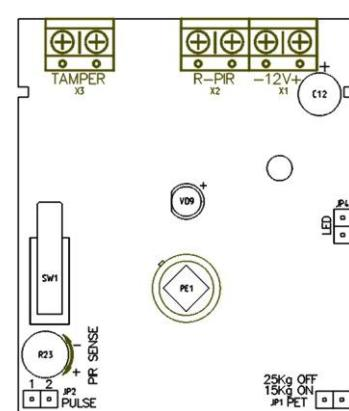

Рис. 2. Внешний вид платы извещателя
На плате обозначены (см. рисунок 2):
Для регулировки дальности обнаружения извещателя используется потенциометр R23 (см. рисунок 2).
- подключить провода к клеммам подключения в соответствии с их назначением (см. рисунок 2);
- убедиться в наличии установленной на плате перемычки JP4 (LED) (см. рисунок 2);